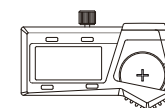

Fig.2
- Ponga la pila en el compartimento de la pila, el lado positivo de la pila (+) debe mirar hacia fuera (Fig.2).